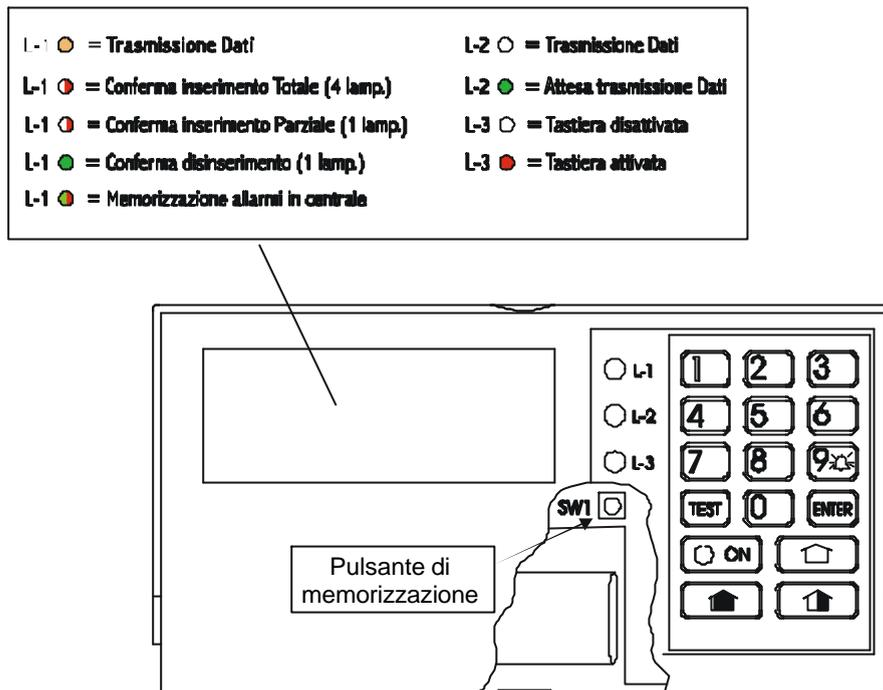

Fig. 7 – Vista frontale della Tastiera SR-73.16
- Rimuovere le coperture frontali per accedere al pulsante SW-1, posto sul circuito stampato, (vedere fig. 7).